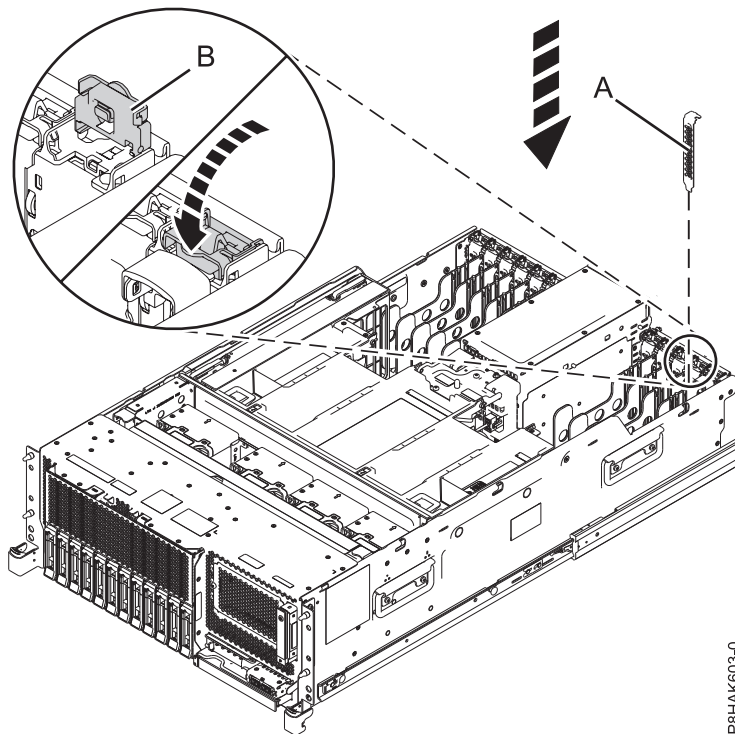
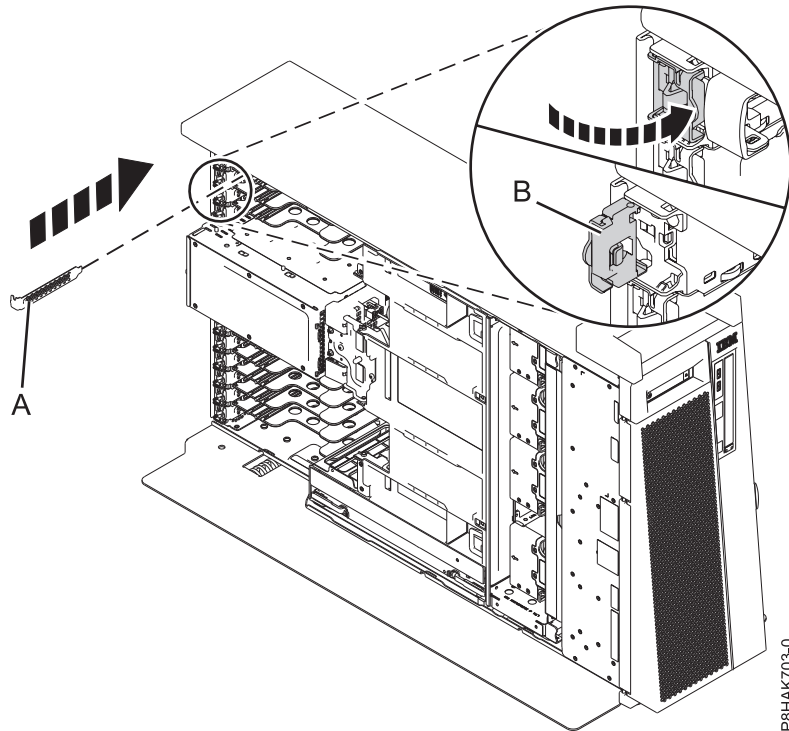

Abbildung 38. Platzhalterelement in einem PCIe-Adaptersteckplatz in einem Einschubsystem installieren
Abbildung 39. Platzhalterelement in einem PCIe-Adaptersteckplatz in einem eigenständiges System vom Typ 8286-41A installieren
- a. Fassen Sie das Platzhalterelement vorsichtig am Haltesteg und richten Sie das Platzhalterelement am Steckplatz und am zugehörigen Stecker an der Systemrückwandplatine aus, wie in Abb. 38 und Abb. 39 auf Seite 45 dargestellt.